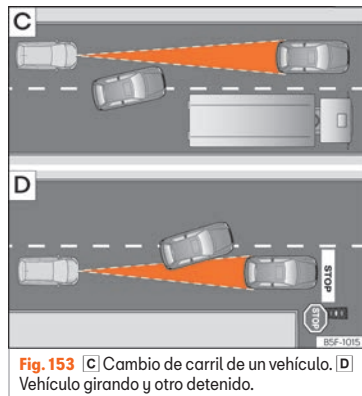

Fig. 153 C) Cambio de carril de un vehículo. D) Vehículo girando y otro detenido.
- Vehículos que cambien al carril por el que usted circula a poca distancia de su vehículo » **fig. 153 C**.
El ACC no reacciona ante vehículos detenidos. Si, p.ej., un vehículo detectado por el ACC gira o se aparta y delante del mismo se encuentra un vehículo detenido, el ACC no reaccionaría ante este último » fig. 153 [D].